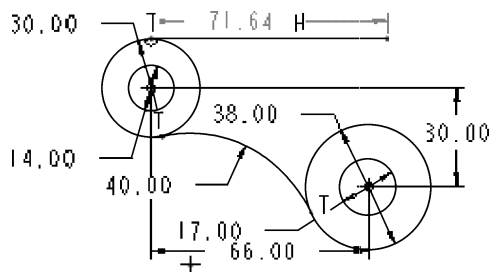

图3-112 草绘水平切线
(13) 单击【草绘器工具】工具栏中的【线】按钮，移动光标到 $\phi 30$ 圆的最上点位置，自动约束起作用，光标变为呈红色加亮显示，并且和 $\phi 30$ 圆的圆心出现竖直对其标志时，单击捕捉该点，向正右方移动光标，直至在圆上点出现“T”标志、线上方出现“H”标志时，控制直线长度并单击，绘出 $\phi 30$ 圆的水平切线，如图3-112所示。